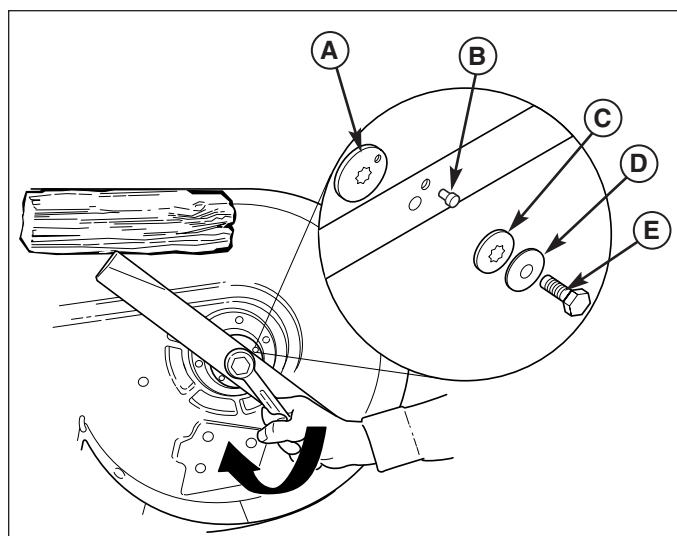
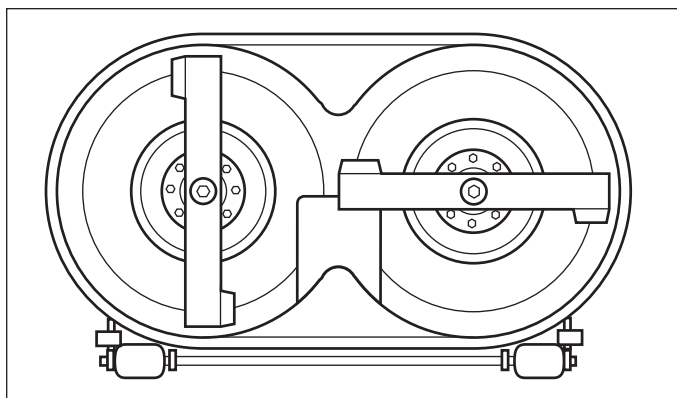

Figura 23. Installazione della lama
Figura 24. Messa in fase delle lame
4. Rimontare la lama con le alette rivolte in alto verso il piatto di taglio (Figura 24). Fissare il tutto con un bullone senza dado (E, Figura 23), una rondella elastica (D), una rondella spaccata (C) e una spina di allineamento (B) (assicurarsi che la rondella spaccata sia allineata con l'albero). Utilizzare un blocco di legno per fermare le lame e stringere i bulloni senza dado con una coppia di serraggio di 61-75 Nm.
5. Verificare che le lame del piatto di taglio siano messe in fase perpendicolarmente l'una all'altra (vedere Figura 24). In caso contrario, rimuovere la lama e ruotare l'adattatore (A, Figura 23).
2. Verificare che le lame del piatto di taglio siano perpendicolari l'una all'altra (vedere Figura 24). In caso contrario, rimuovere la lama e ruotare l'adattatore (A, Figura 23) procedendo come descritto nel paragrafo "Manutenzione delle lame di taglio".